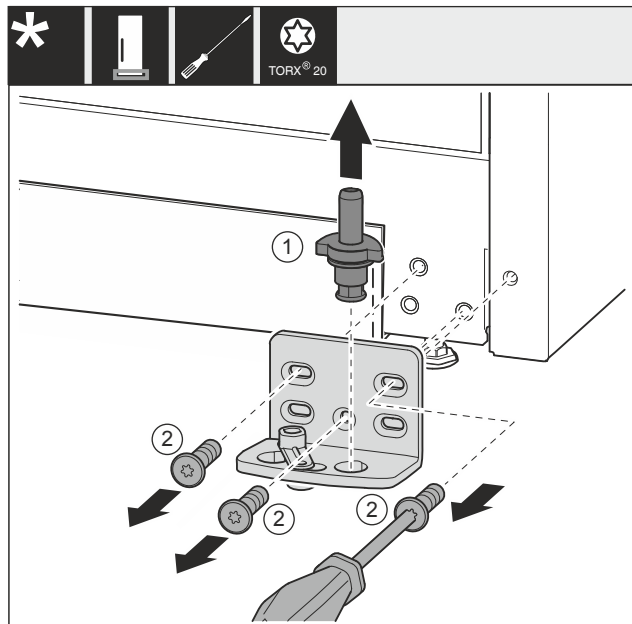

Fig. 34 *
- ▶ Опорный палец Fig. 34 (1) полностью извлеките движением вверх.*
- ▶ Открутите винты Fig. 34 (2) отверткой и снимите опорный кронштейн.*